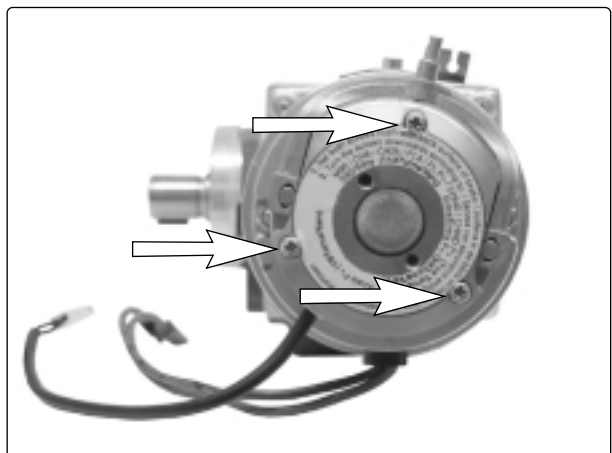

Abb. 19. Befestigungsschrauben Magnetbremse
8. Lösen Sie die drei Befestigungsschrauben der Bremse, siehe Abb. 19. Merken Sie sich für den späteren Einbau die Stellung des Bremsentriegelungsarms. Bauen Sie die Bremse mit Brems Scheibe und Deckel aus.